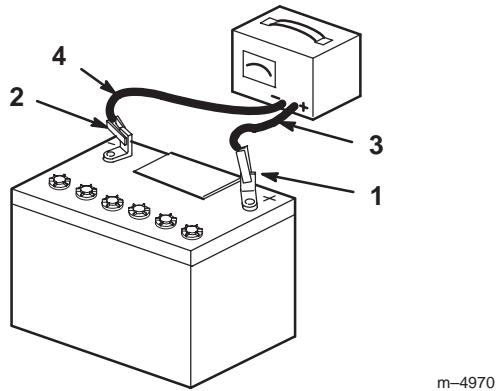

Figure 66
- Quand la batterie est chargée au maximum, débranchez le chargeur de la prise, puis débranchez les fils du chargeur des bornes de la batterie (Fig. 66).